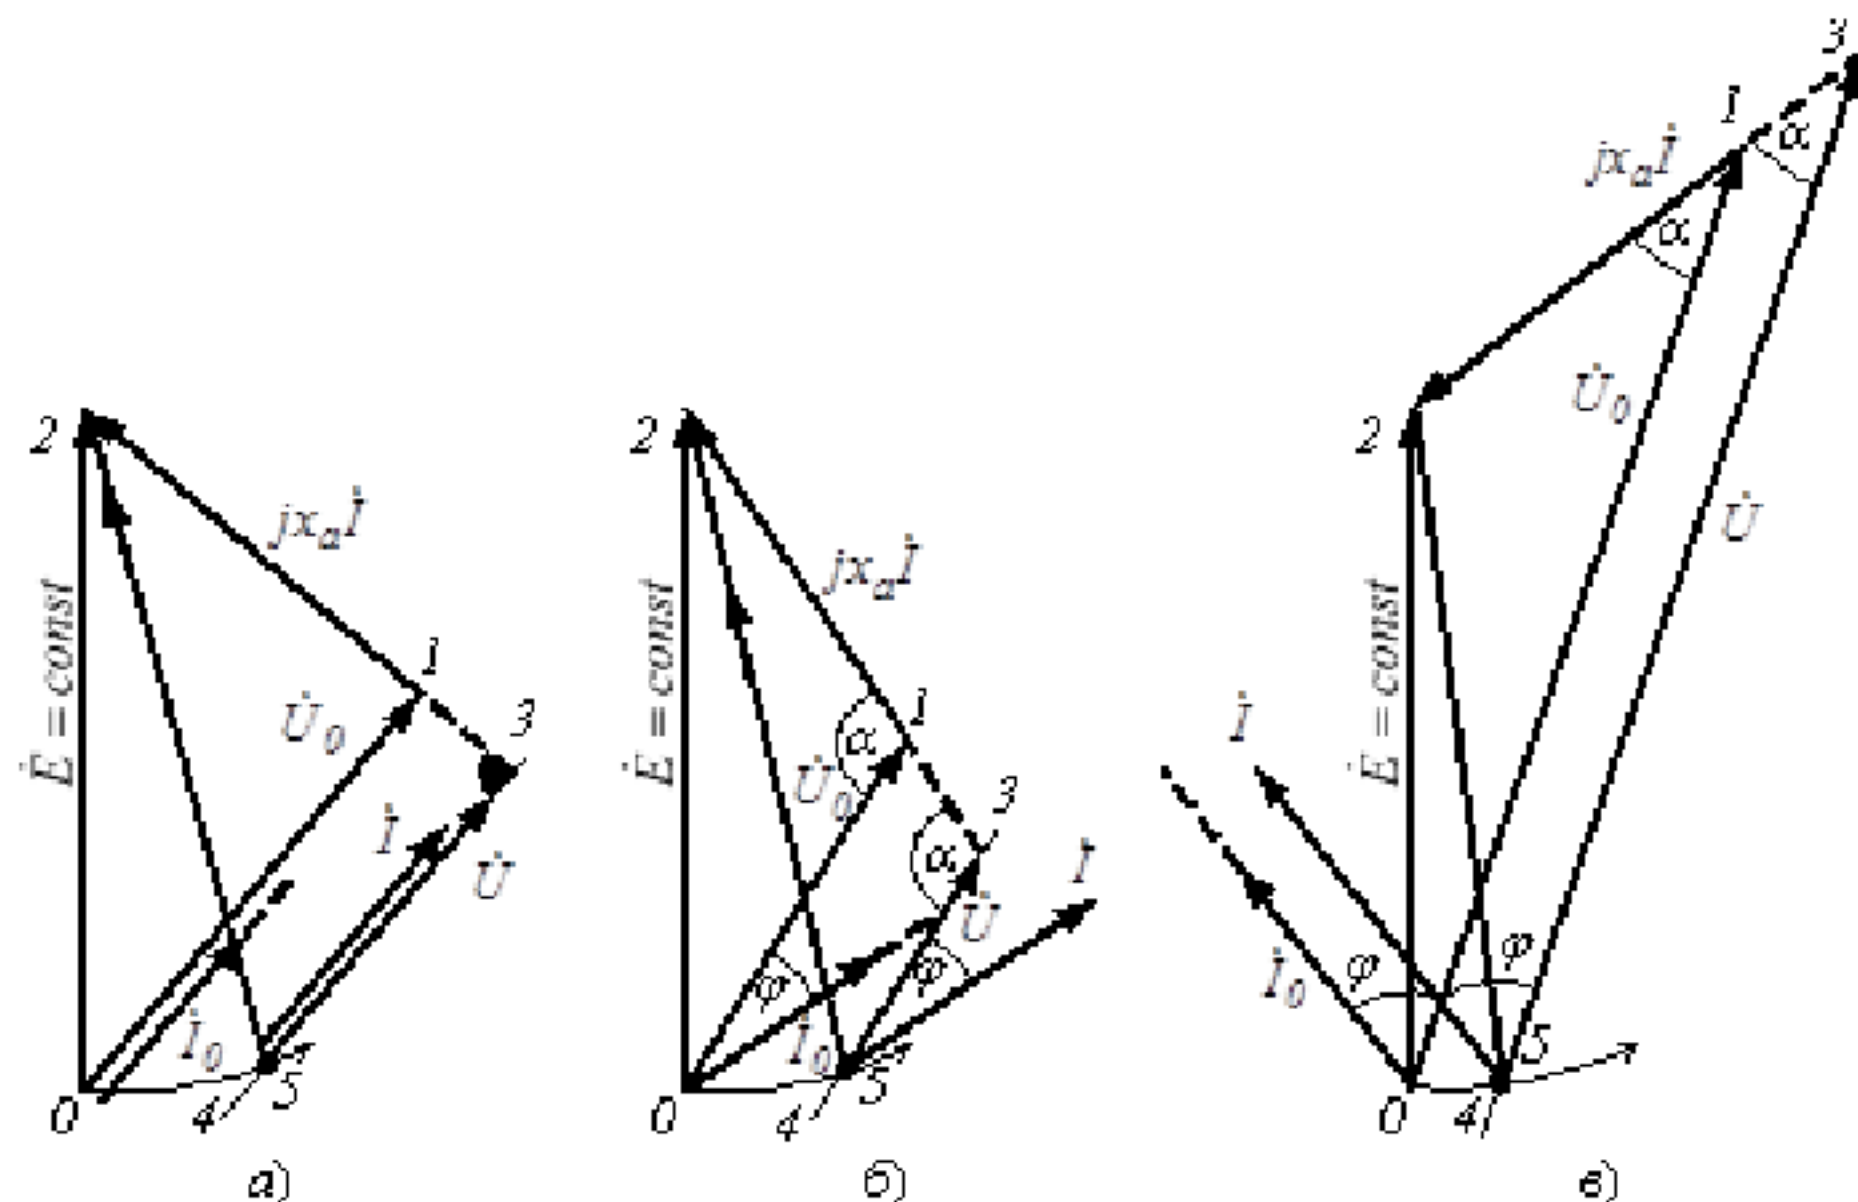

Рисунок 5.1- Векторные диаграммы для расчета внешних характеристик при активной (а), активно-индуктивности (б) и активно-емкостной (в) нагрузкой
Для определения вида графика внешней характеристики используем построения по упрощенной векторной диаграмме неявнополюсного СТ. Рассмотрим работу СТ на активную (R), активно-индуктивную (RL) и активно-емкостную (RC) нагрузку (рис.5.1).
Нагрузка СГ активно-индуктивная, напряжение на нагрузке опережает ток в ней на угол $\varphi > 0$ (рис.5.1,б).
Нагрузка СГ активно-емкостная, напряжение на нагрузке отстает от тока в ней на угол $\varphi < 0$ (рис.5.1,в).
Из общего анализа векторных диаграмм на рис.5.1 следует: